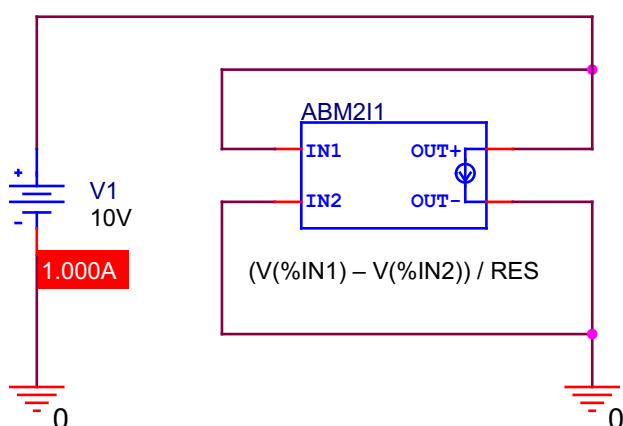

Рисунок 4. Поведенческая модель резистора.
– G(V). На схеме в OrCAD (Рисунок 4) это можно отобразить с помощью поведенческого блока AMB2I1 (источник тока, управляемый напряжением). Для того чтобы он стал резистором, надо соединить его входы и выходы. В функцию блока AMB2I1, описывающегося выражением на языке PSpice
подключить к такому резистору на источнике тока источник напряжения величиной 10 В, то через источник AMB2I1 должен потечь ток 1 А. Именно это мы увидим, если после запуска моделирования в режиме TRANSIENT нажмем в редакторе OrCAD Capture кнопку включения показа токов на схеме (Рисунок 4).